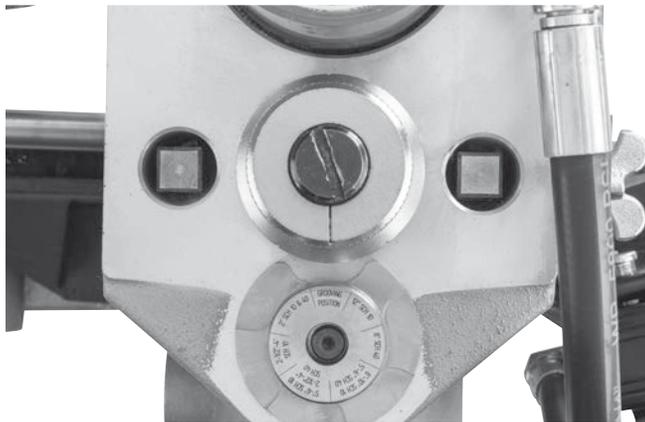

Figura 14B - Profundímetro na posição de ranhurar
- Rode a porca de ajuste para a direita até que a cabeça toque no passo do profundímetro. Rode o profundímetro de ranhuras para a posição de ranhurar (figura 14B). Se o profundímetro não estiver na posição de ranhurar, impedirá a formação da ranhura e pode ficar danificado.
2. O profundímetro de ranhuras tem de estar na posição de ranhurar. (Figura 14B)